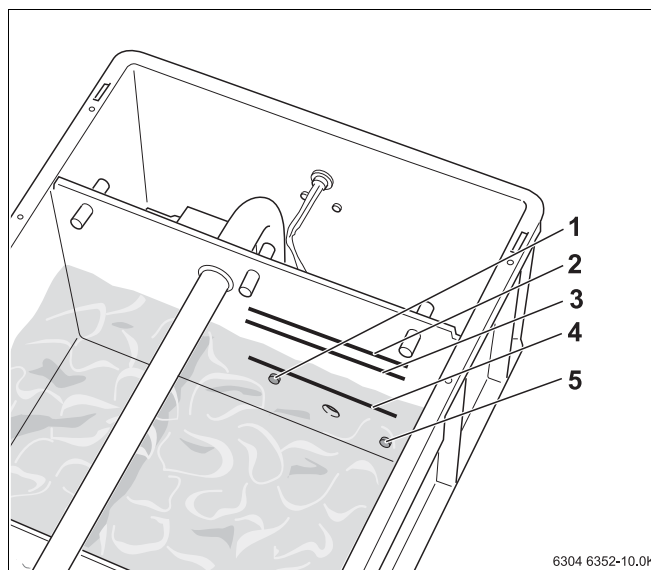

Рис. 7 Проверка работоспособности
Нижний датчик (рис. 7, поз. 5) включает и выключает насос.
Верхний датчик (рис. 7, поз. 1) разъединяет цепь защиты, если уровень воды слишком высокий (опасность перелива).
- Добавьте еще воды. При этом закройте пальцем измерительное отверстие нижнего датчика (рис. 7, поз. 5), чтобы насос не включился.